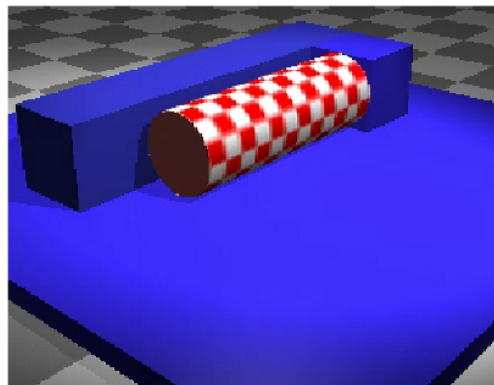

FIGURE 7: Exemple 2
■ **Exemple** Prenons l'exemple de la pièce en Figure 7, la pièce rouge a **trois** contacts avec la pièce bleu. Ces contacts sont :